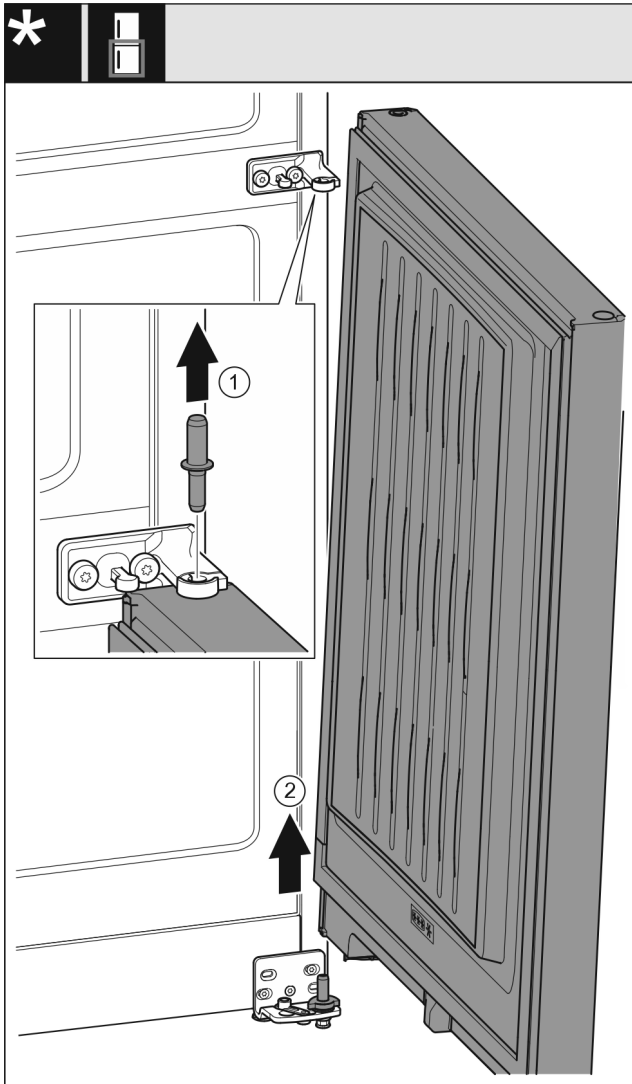

Fig. 11
- ▶ Витягніть гвинт догори. Fig. 11 (1)
- ▶ Відкрийте дверцята, зніміть рухом вгору та відкладіть убік. Fig. 11 (2)